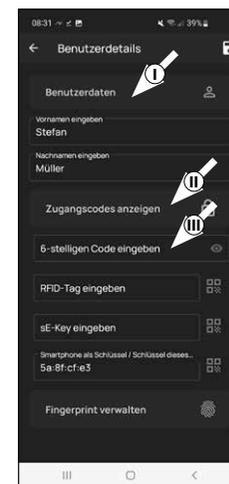

Abb. 3
- Sie gelangen in eine Übersicht mit den Benutzerdaten. Sofern Sie einen neuen Benutzer angelegt haben, geben Sie bitte zunächst den Vor- und Nachnamen des Benutzers ein (I) (Abb. 3).
- Hinweis:** In diesem Absatz können Sie dem Benutzer gewünschte Öffnungsmedien (z. B. Benutzercode oder Fingerprint) hinterlegen (II) (Abb. 3). Dem Benutzerprofil des Administrators wurde automatisch die Schlossöffnung per Smartphone hinterlegt.
- Geben Sie bei „6-stelligen Code eingeben“ einen gewünschten Benutzercode mit 6 Stellen ein (III) (Abb. 3)